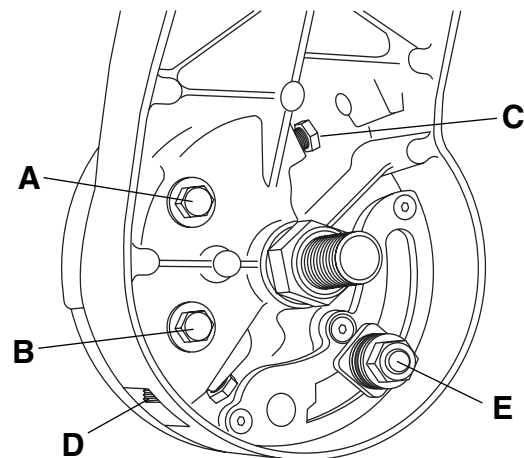

Figura 2. Calibración de la hoja a 0 grados (en ángulo recto con la mesa)
3. Afloje las cabezas de perno "A" y "B" con la llave de tuercas de boca abierta de 10 mm al menos una vuelta completa (Figura 2).
4. Coloque la broca de la llave Allen de 4 mm en la herramienta universal y afloje el tornillo de ajuste "D" al menos 3 vueltas completas (Figura 2).
4. Introduzca la llave en "L" de 3 mm en el agujero del armazón de soporte vertical. (Figura 2)